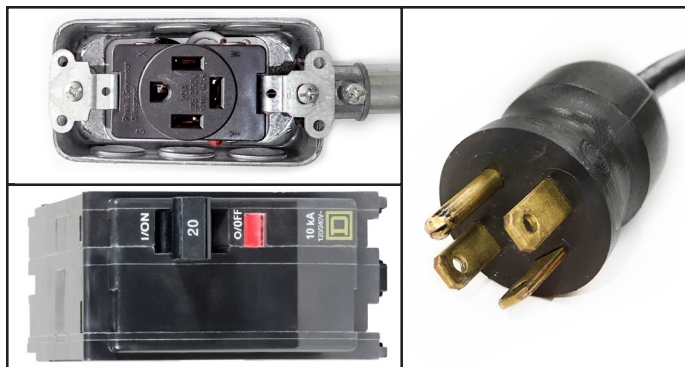
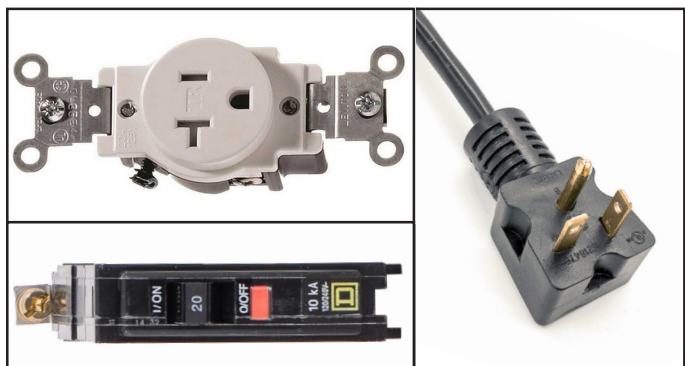

Fig. 1. Configuración de cuatro (4) cables y NEMA 14-20P/20R de cuatro (4) clavijas.
Fig. 2. Configuración de tres (3) cables y NEMA 5-20P/20R de tres (3) clavijas.
Siga las instrucciones a continuación para convertir su unidad TRUE de un circuito de cuatro (4) cables y un NEMA 14-20P de cuatro (4) clavijas (consulte los componentes en la fig. 1) a un circuito de tres (3) cables y un NEMA 5-20P de tres (3) clavijas (consulte los componentes en fig. 2).